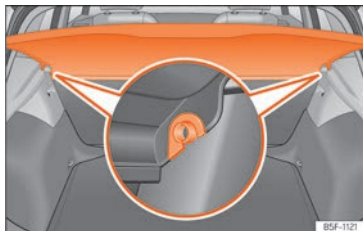

Fig. 172 En el maletero: desmontar y montar la bandeja.
- Desencaje la bandeja de los soportes laterales »» fig. 172 tirando de ella hacia arriba y extraiga la bandeja.
- Introduzca la bandeja horizontalmente haciendo coincidir la "herradura" sobre el eje de los soportes »» fig. 172, y presione hacia abajo hasta que encastre.